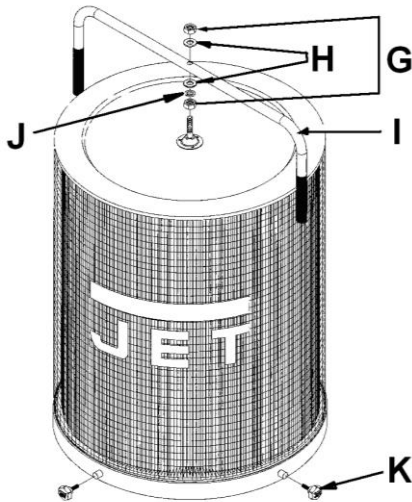

Fig 11
Montieren Sie den Griff (I, Fig 11) mit 2 Muttern (G), Scheiben (H) und einer Federscheibe (J).
Zum Reinigen der Filterpatrone der DC-1100CK drehen Sie den Griff (I, Fig 11) einige Umdrehungen damit der anhaftende Staub in den Spänesack fällt.